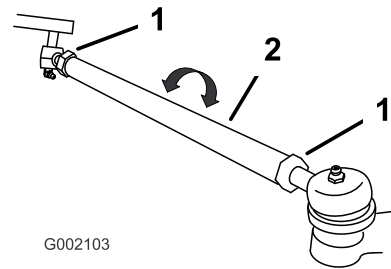

Figure 34
4. Si les mesures ne sont pas comprises entre 0 et 6 mm, desserrez les écrous de blocage aux deux extrémités des biellettes (Figure 34).